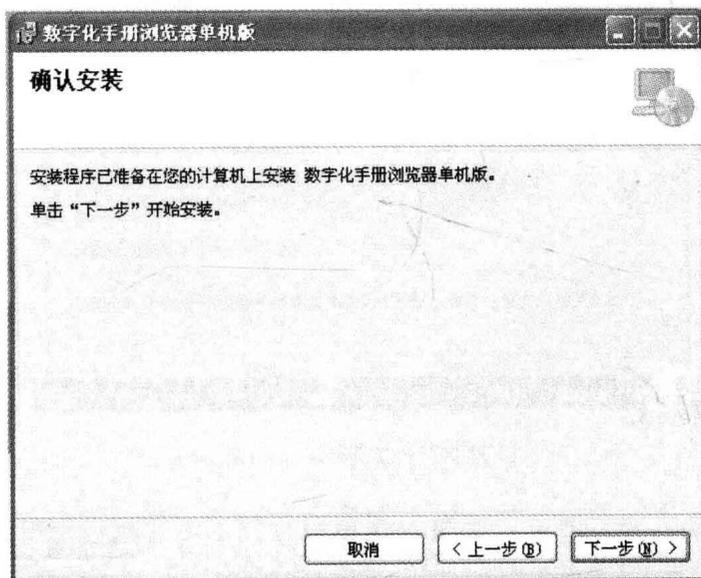

图 1-6 “确认安装”窗口
6) 在图 1-6 所示的“确认安装”窗口中, 用户可单击“上一步”按钮返回上一步骤重新调整安装文件夹或单击“下一步”按钮开始安装。